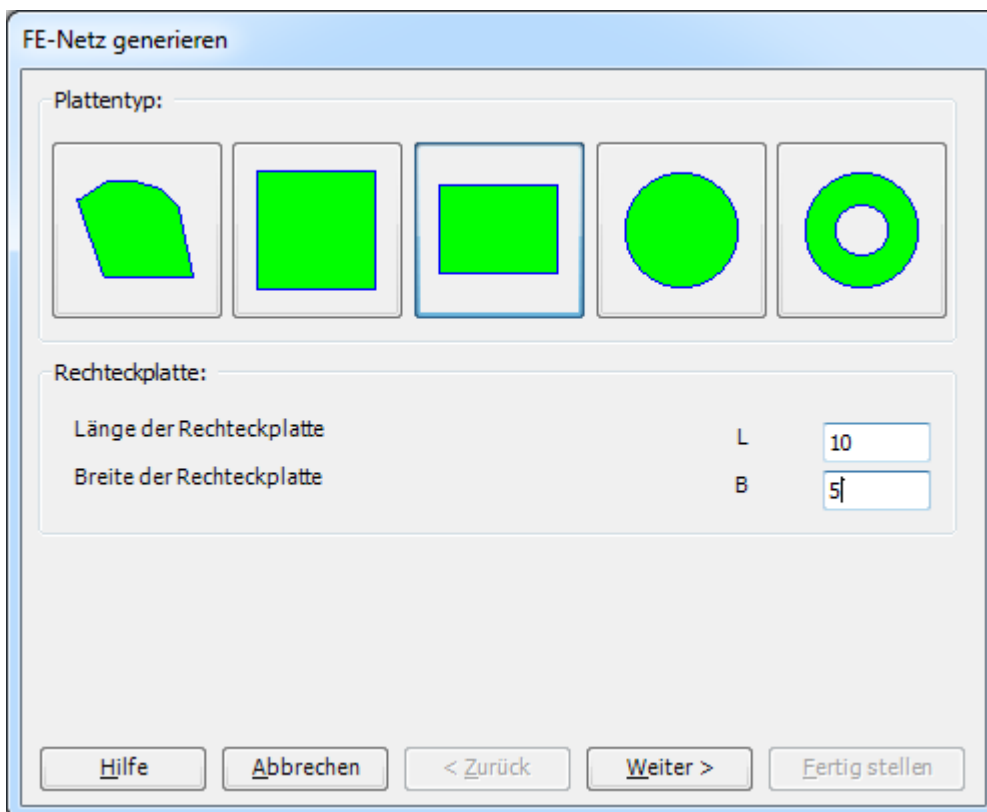

Bild 7.7 Auswahl von Netzschablonen
- Wählen Sie "FE-Netzdaten" aus der Registerkarte "Daten". Eine Auswahl von Schablonen verschiedener Netzformen erscheint (Bild 7.7)